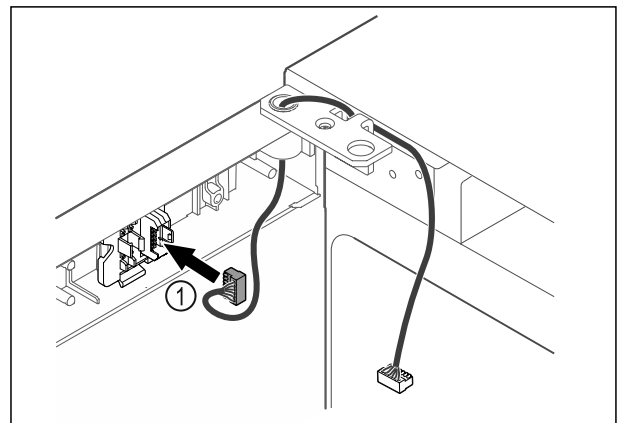

Fig. 58
- ▶ Zasuňte zástrčku Fig. 58 (1) do držiaka zástrčky.